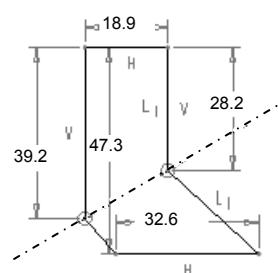

图 4.13.8 打开尺寸显示
Step1. 按下“切换尺寸显示的开/关”按钮 ，打开尺寸显示，此时图形如图 4.13.8 所示。